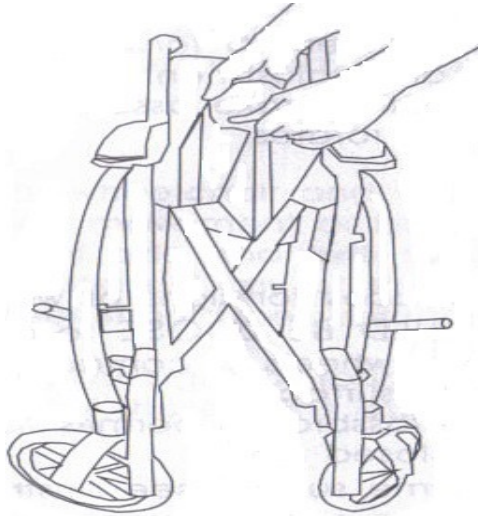

Fig. 2
3. Pour plier la chaise roulante, prenez le centre du tissu du siège sur les bords arrière et devant (Fig. 2).